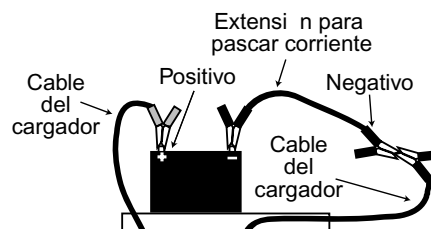

Figura 6. Conexión fuera del vehículo
2. Verifique la polaridad de los bornes de la batería (vea la Figura 6). La marca del positivo puede ser: POSITIVE, POS, + o P. La del negativo puede ser: NEGATIVE, NEG, - o N.